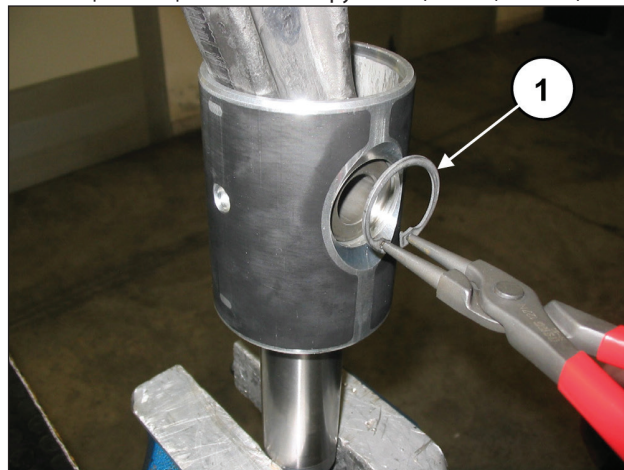

Рис. 35
Снимите оба стопорных кольца Seeger поршневого пальца с помощью специального инструмента (поз. ①, Рис. 35).
Вставьте шатун в направляющую поршня (поз. ①, Рис. 37), а затем вставьте палец (поз. ①, Рис. 36). Установите оба стопорных кольца буртика с помощью специального инструмента (поз. ①, Рис. 35).